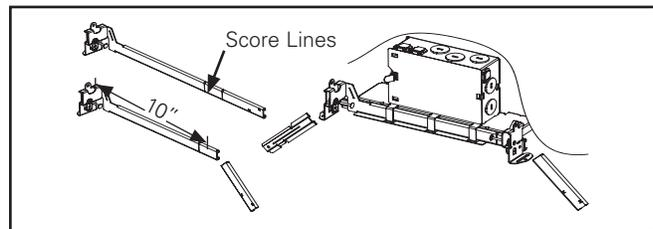

Figure 5.
- L'épaisseur du plafond ne doit pas dépasser les 5 cm et la collerette doit être choisie en fonction de celle-ci. Pour une installation dans un espace de 25,4 cm, les barres de suspension peuvent être sectionnées aux lignes de repère (Figure 5.).